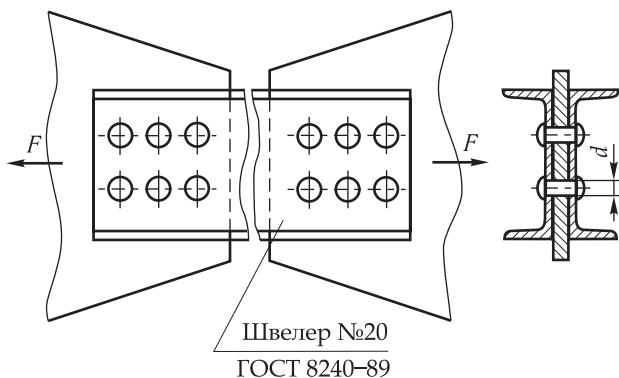

Рис. 2.11
**2.22.** Дві плити, з'єднані між собою за допомогою двох швелерів, сприймають навантаження  $F = 500$  кН (рис. 2.11). Діаметр отворів під заклепки